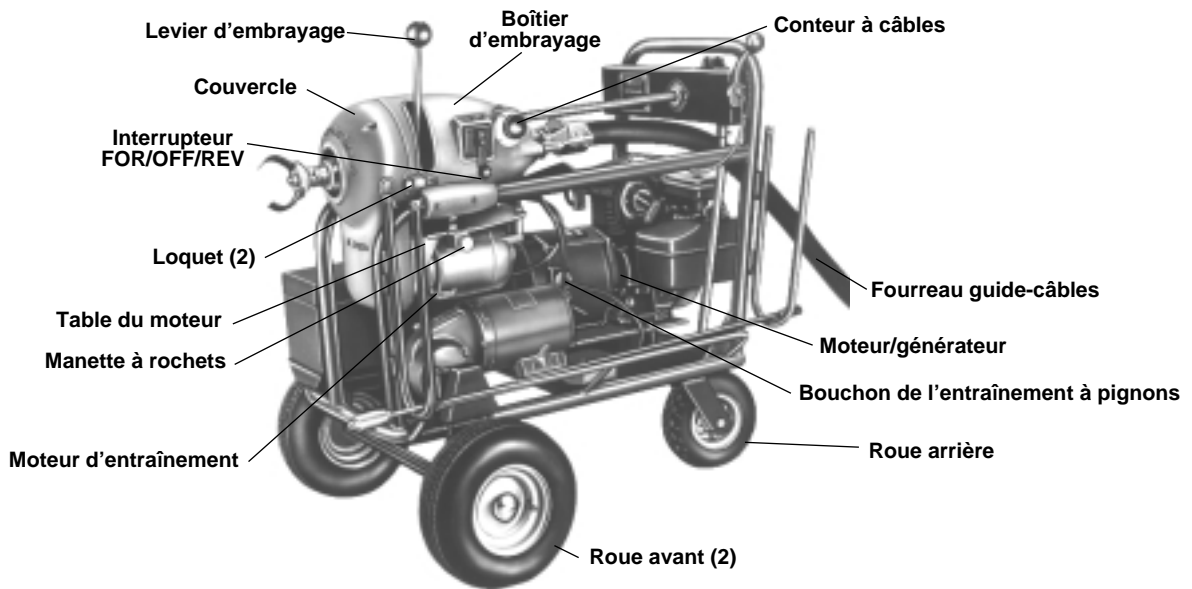

Figure 3 – La K-2000 avec fourreau guide-câbles et levier d'embrayage installés
2. Engagez l'embrayage et bloquez la **roue arrière** (Figure 9) en position rectiligne afin d'assurer la stabilité de la machine. Débranchez l'**entraînement à pignons du moteur/générateur** (Figure 3).
3. Enlevez le **couverture avant** de la machine après avoir ouvert ses deux loquets (Figure 3).
4. Tirez sur la **manette à rochets** de la **table du moteur** et levez la table (Figure 3). Verrouillez-la à hauteur maximale en tournant la **manette à rochets** d'un demi tour.
5. Réglez la machine à régime maximal (utilisation normale des câbles) en mettant la **chaîne d'entraînement** sur le **petit pignon** (Figure 3).
8. Vissez le levier d'embrayage sur le boîtier d'embrayage (Figure 3).
9. Raccordez le fourreau guide-câbles (Figure 3).
1. Mettez l'interrupteur **FOR/OFF/REV** (Figure 3) en position **FOR**.
2. Tirez sur la **manette à rochets** de la **table du moteur** et levez la table (Figure 3). Verrouillez-la en position haute en tournant la **manette à rochets** d'un demi tour.
16. Verrouillez la roue arrière à l'aide de la broche de verrouillage (Figure 3).
1. Mettez l'interrupteur de rotation **FOR/OFF/REV** en position **FOR** (Figure 3).